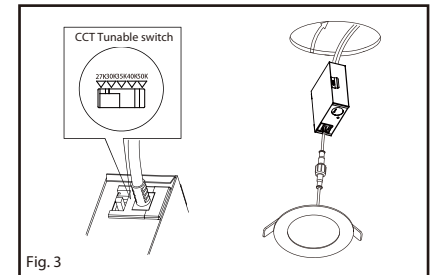

Fig. 3
4. Connect junction box to recessed LED panel with the quick lock connector. (Fig. 3)
5. Move the slide switch to your appropriate light color (2700K / 3000K / 3500K / 4000K / 5000K). Place junction box into the ceiling through cut-out. (Fig. 3)
4. Connectez la boîte de jonction au panneau LED encastré avec le connecteur à verrouillage rapide. (Fig. 3)
5. Déplacez le commutateur pour choisir la couleur de lumière appropriée (2700K / 3000K / 3500K / 4000K / 5000K). Placez la boîte de jonction dans le plafond à travers la découpe. (Fig. 3)